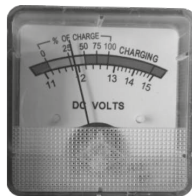
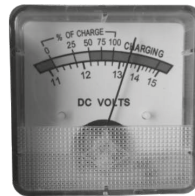

Figura 5: Ricaricare la batteria
Figura 6: Batteria completamente carica
Per controllare il livello di carica, rimuovere prima il cavo di ricarica, quindi premere il pulsante di controllo del livello di carica (pos. 8 dello schema). Se sul voltmetro per il livello di carica (pos. 6 dello schema) viene indicato un valore del 50% o inferiore, tratto giallo (figura 5), occorre ricaricare il Powerpack. Se il valore è superiore al 50%, tratto verde (figura 6), il Powerpack è pronto all'uso.